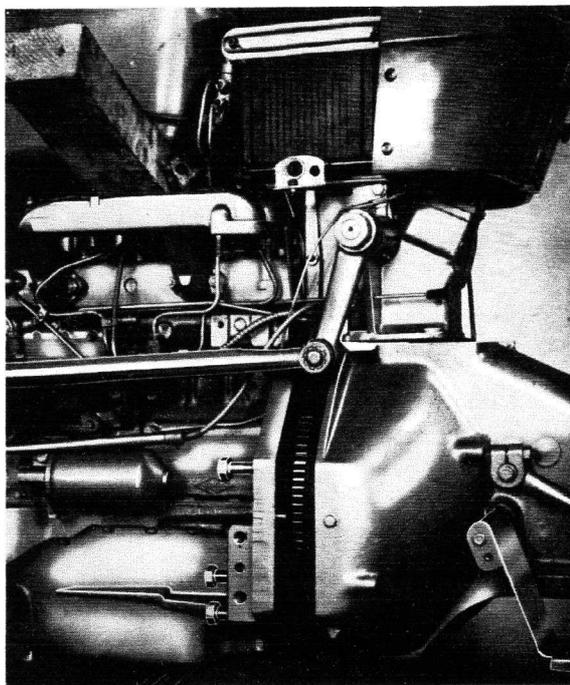

Fig. 1
- 13° Soulager l'ensemble, boîtier de direction — support, batterie — réservoir à combustion, en interposant une cale en bois entre le couvre culasse et le réservoir à combustible, de façon que la base du boîtier de direction se trouve légèrement plus haut que la lèvre supérieure du carter d'embrayage (Fig. 1).
- 15° Désaccoupler l'ensemble en reculant l'AR du tracteur (Fig. 1).